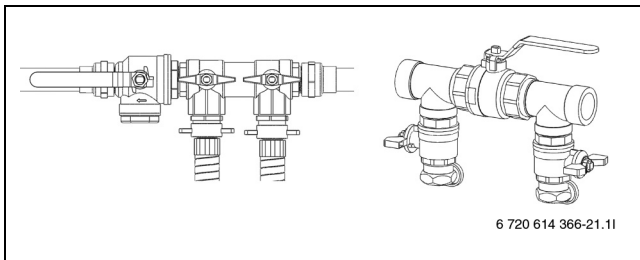

Bild 29 Befülleinrichtungen in Normalposition
- ▶ Ventile der Befülleinrichtung in die Normalposition stellen (→ Bild 29) und Pumpe der Befüllstation abschalten.